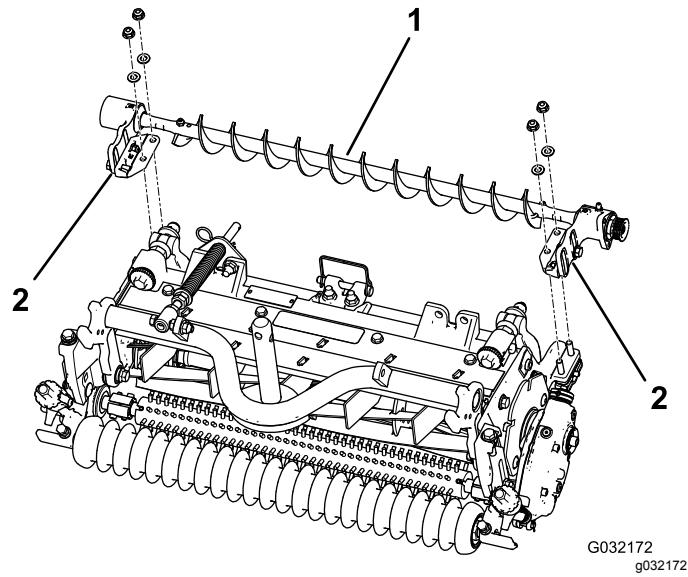

Bild 4
5. Setzen Sie die linke oder rechte Befestigungshalterung der Rollenbürste auf die Schrauben der Rollenhalterung (Bild 4).